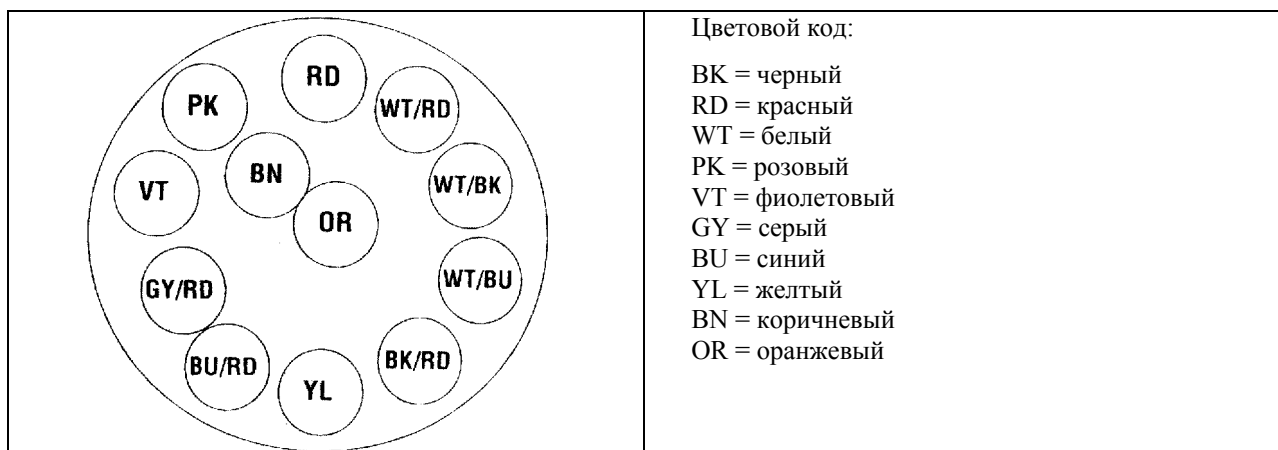

Рис. 11. Производите установку, как показано на торцевой поверхности
Сборка (см. Рис. 11)
3. Оголите конец кабеля как показано на Рис.11. Чтобы ослабить оплетку, перемещайте ее в зад и вперед, затем загните оплетку вверх оболочки кабеля. Разрежьте и уберите фольгу.